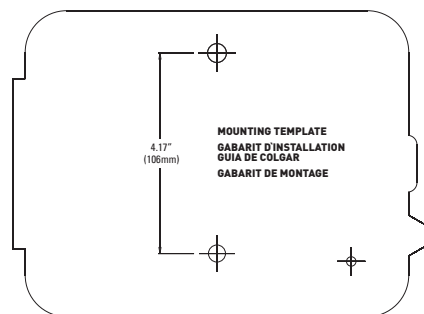

Figure 1 : Utilisez le gabarit de montage (inclus).
- Utilisez le gabarit de montage (inclus) pour marquer l'emplacement des vis de montage sur le mur. Consultez la figure 1.